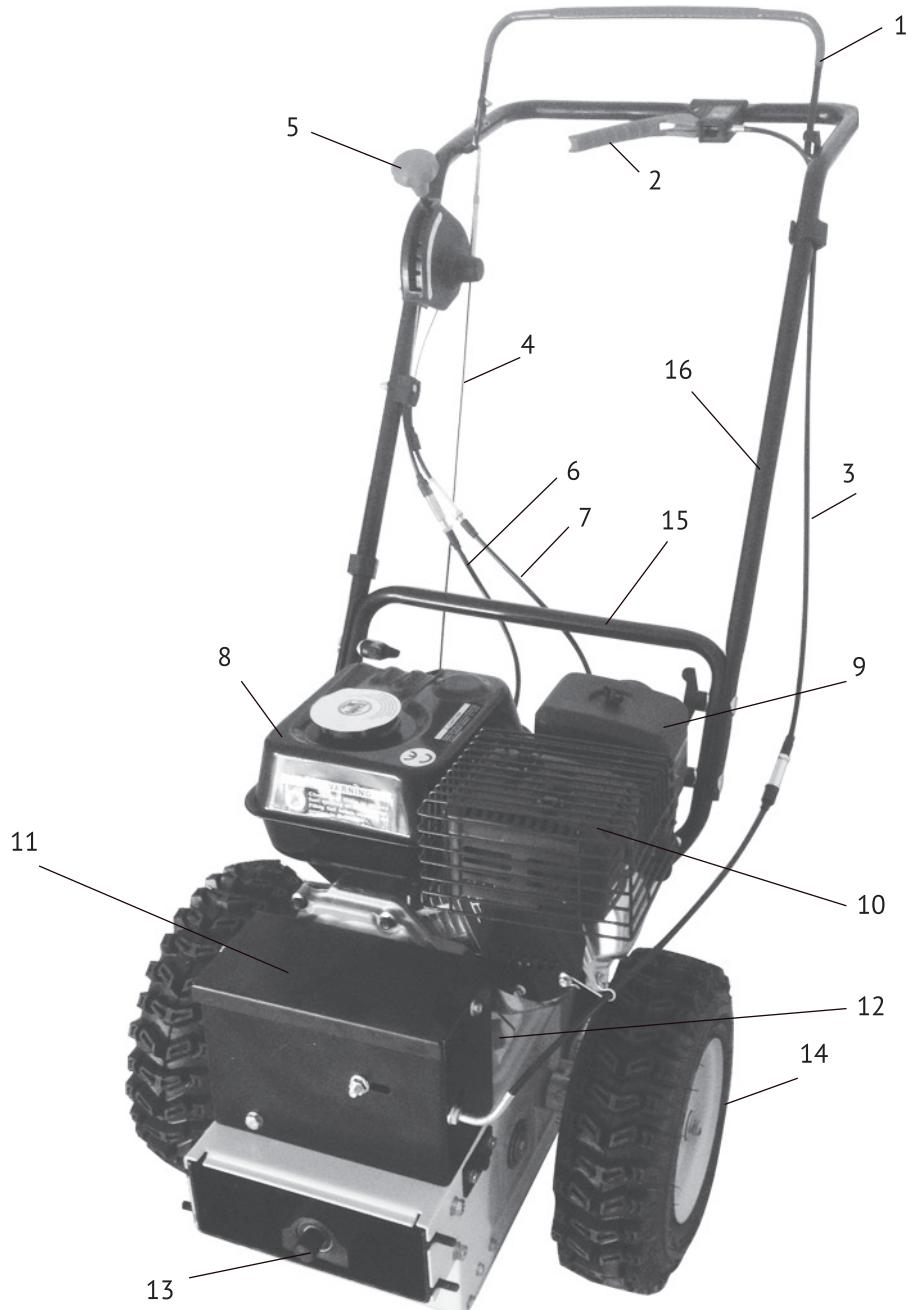
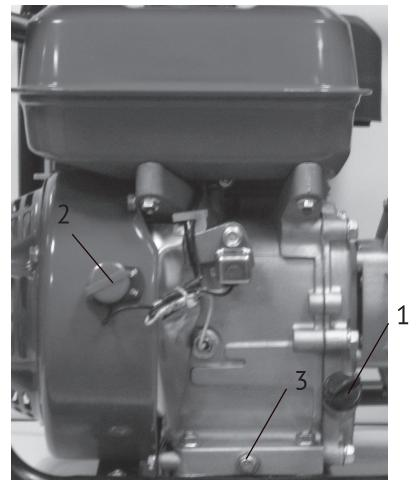

рис. 1
рис. 3
Общий вид машины схематично представлен на рис. 1
6.1.1 Выкрутите щуп из маслозаливной горловины (рис. 1 поз.12, рис.3 поз.1) и залейте в картер масло соответствующего типа до нижнего края горловины. Для удобства эксплуатации маслозаливная горловина расположена с обеих сторон двигателя. Вставьте сухой
Рычаги привода колёс и управления валом отбора мощности (рис.1 поз.1, 2) должны прижиматься к ручке управления (рис. 1 поз. 16) без чрезмерных усилий.
- проверьте работу рычагов привода колёс и управления валом отбора мощности (рис.1 поз.1, 2). Рычаги должны полностью прижиматься к ручке управления. Если этого не происходит, значит, трос перетянут, и его необходимо ослабить. В свободном состоянии при максимальном верхнем положении, рычаги должны доходить до упора. Тросы приводов должны быть в натянутом состоянии. Не допускайте чрезмерного натяжения тросов. Если необходимо, то отрегулируйте натяжение троса.
6.4.1 Переведите выключатель зажигания (рис.3 поз.2) в положение «ON».
6.5.2 Переведите выключатель зажигания (рис.3 поз.2) в положение «OFF».
Внимание! Перед переключением скорости отпускайте рычаг привода колёс (рис.1 поз.1) и рычаг управления валом отбора мощности (рис.1 поз.2).
Для изменения скорости и направления движения используйте рычаг переключения скоростей (рис.1 поз.5):
Установите нужную скорость, прижмите и удерживайте рычаг привода колёс (рис.1 поз.1). Машина начнёт движение.
Прижмите и удерживайте рычаг управления валом отбора мощности (рис.1 поз.2). Включится система работы вала отбора мощности.
7.4.1 На прогретом до рабочей температуры двигателе выкрутить пробку для слива масла в нижней части картера, под сливным отверстием (рис.3 поз.3) разместите вспомогательную ёмкость. После прекращения истечения масла установите пробку на штатное место и затяните. Залейте масло в горловину, удалив пробку - щуп (рис.3 поз.1) до нижнего края заливного отверстия. Проверьте уровень масла.